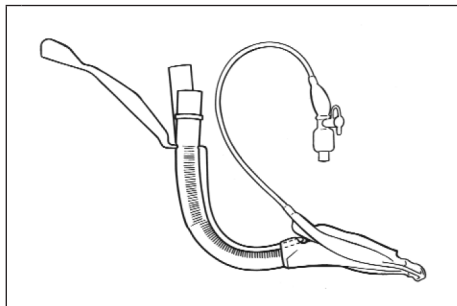

Figura 3. Maschera LMA ProSeal™ con LMA ProSeal™ Introducer in sede.
- LMA ProSeal™ Introducer è provvisto di un cinturino in cui l'operatore può infilare anche l'indice o il pollice in caso di inserimento manuale (Figura 3).